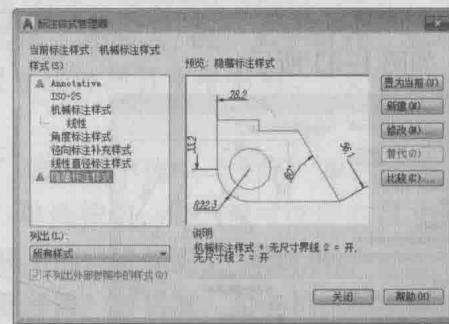

图 1-37 创建“隐藏标注样式”
- 单击“确定”按钮，返回“标注样式管理器”对话框，将<样式替代>重新命名为“隐藏标注样式”，该样式和原有的尺寸样式并列显示在样式列表框中，如图 1-37 所示。